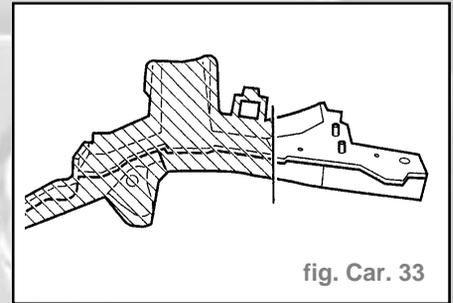

fig. Car. 33
- Reporter la ligne de coupe sur la pièce neuve et découper la zone hachurée (fig. Car. 33).